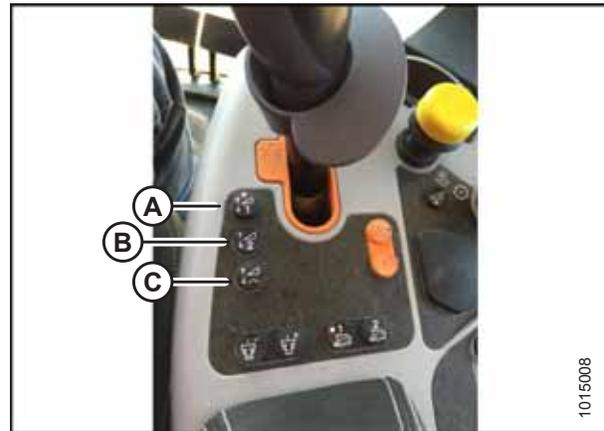

Figura 4.131: Controles de colheitadeiras New Holland
5. Selecione um dos botões de regulagem de altura automática mostrados na figura 4.131, página 158.